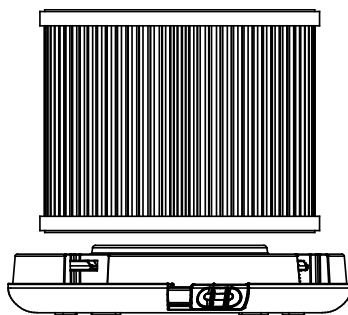

рис. 2
4. Выньте встроенный фильтр (7) из емкости (8). Будьте осторожны, не переверните устройство (рис. 2).
5. Вставьте новый фильтр в емкость (8). Удалите защитную пленку с нового фильтра, если он защищен ею.
6. Наденьте крышку (5) и зафиксируйте ползунком (6).